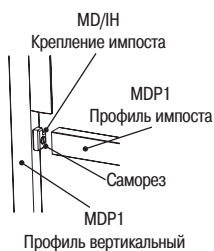

Рис. 11
5. Соединить нарезанный профиль MDP1 при помощи уголков соединительных. Во время соединения вертикальных и горизонтальных частей рамки из профиля MDP1 установить профиль импоста (см. рис. 11).